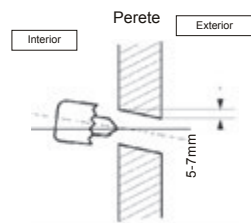

Fig. 3
4. Gaura va fi facuta in partea stanga sau dreapta si va fi usor inclinata astfel incat iesirea sa fie mai jos decat intrarea burghiului. Vezi Fig 3.